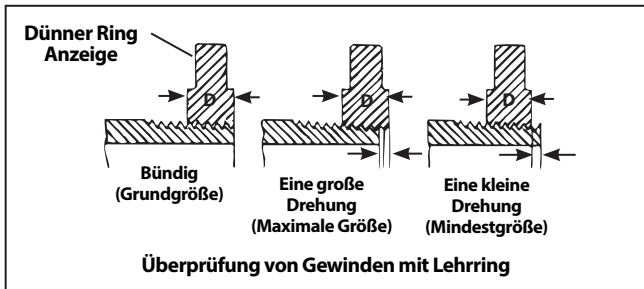

Abbildung 11 – Überprüfen der Gewindegröße
3. Überprüfen Sie die Größe des Gewindes. Am besten überprüft man die Gewindegröße mit einem Lehring. Es gibt verschiedene Arten von Lehringen und die Benutzung kann vom hier gezeigten Verfahren abweichen. *Abbildung 11*.